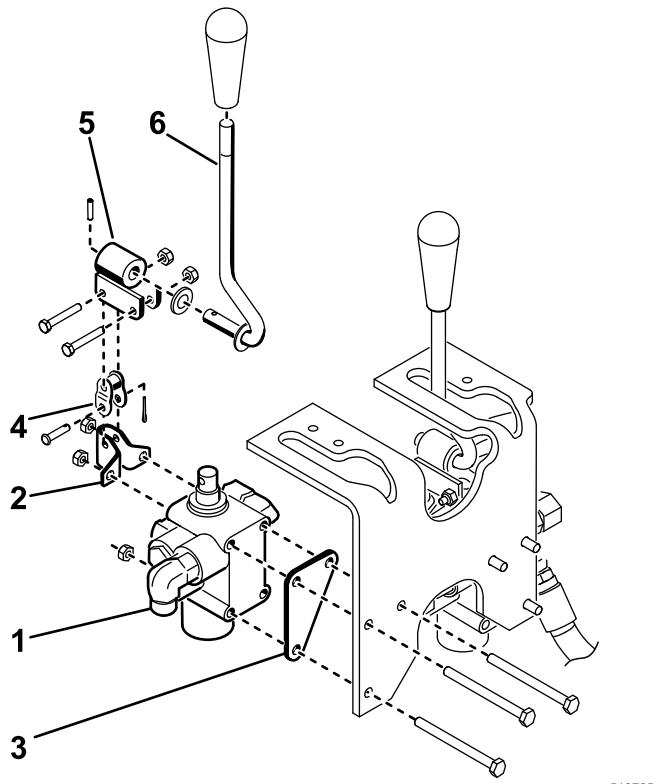

Figure 8
2. Montez le distributeur, le support de pivot et la plaque du distributeur sur le cadre à l'aide de 3 boulons (1/4" x 3") et 3 contre-écrous (Figure 8). Placez la plaque du distributeur contre l'avant du
- Fixez légèrement le levier de pivot sur le tiroir du distributeur et l'étrier excentré à l'aide de 2 boulons (n° 10 x 1 1/4") et 2 contre-écrous (Figure 8).